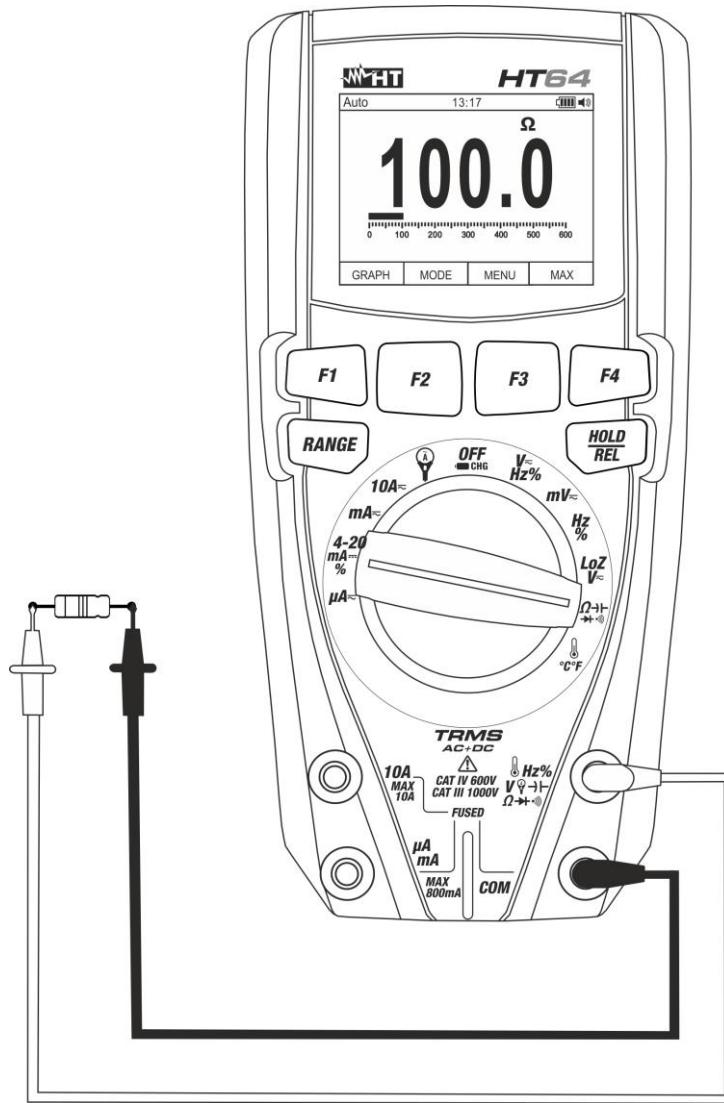

Fig. 26: Utilisation de l'instrument pour mesure de résistance et test de continuité
3. Positionner les embouts sur les points désirés du circuit sous test (voir Fig. 26). La valeur de résistance est visualisée à l'écran.